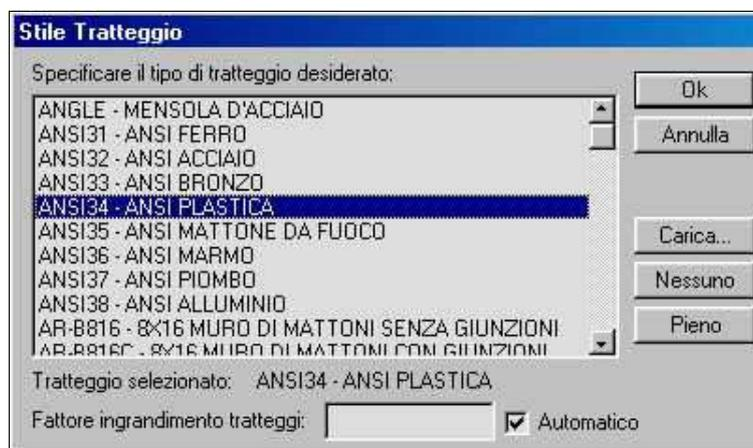

FIGURA 5.13
**Stile tratteggio** imposta i riempimenti dei poligoni chiusi creati con il comando **Area / Poligono** o creati da PFCAD STRADE in fase di disegno. Il comando espone il riquadro in figura 5.13 in cui è possibile selezionare vari stili di tratteggio.